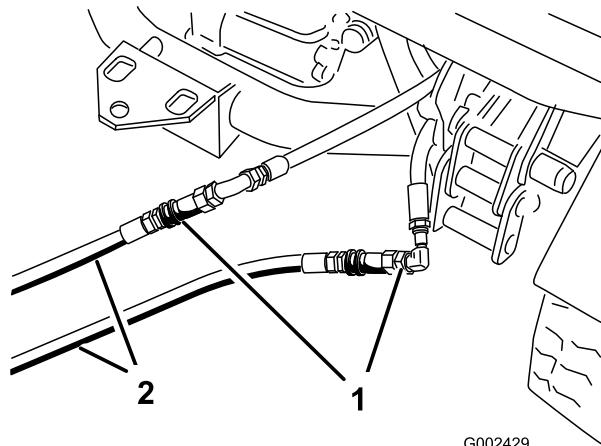

Bild 80
3. Schließen Sie am defekten Fahrzeug die beiden Anlasserschläuche an die Schläuche an, die abgeschlossen wurden (Bild 80). Verschließen Sie nicht verwendete Anschlüsse.